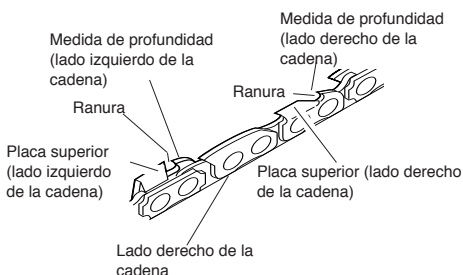

Figura 19 - Posición de las partes de la cadena
1. Coloque el calibrador de medida de profundidad (.635 mm) firmemente a lo largo de dos elementos de corte. Asegúrese de que la medida de profundidad penetra en la ranura del calibrador de la medida de profundidad (vea la Figura 19).